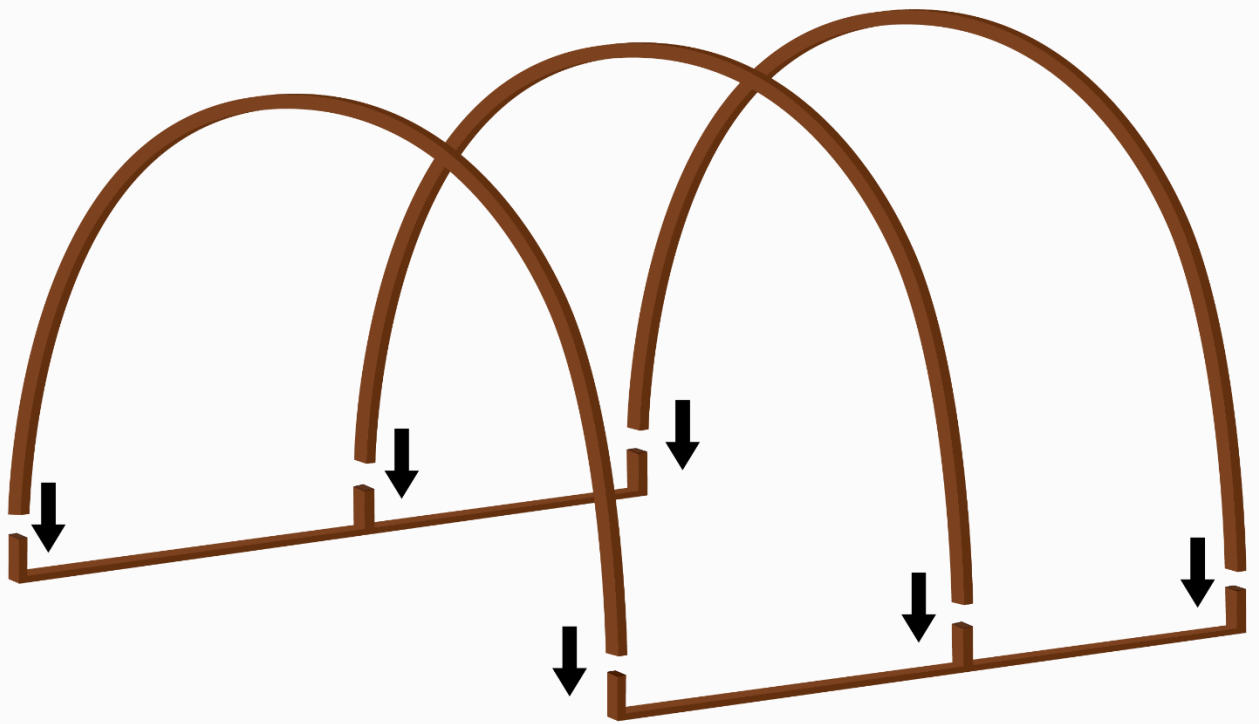

Рис. 2
5. Установить дуги (рис. 2) на направляющие(основание). Дуги и торцы соединить продольными стяжками (стрингерами, рис 3) и прикрепить к каждой дуге с внутренней стороны и торцам с помощью винтов и гаек с шайбами и затянуть их при помощи ключа и отвертки. Важно чтобы после затяжки винтов их головка была утоплена в трубу и не выступала над её поверхностью более чем на 1-1,5мм.